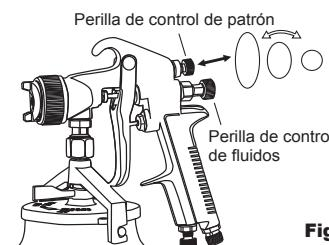

Figura 7
- conseguir una forma de forma del patrón, gire gradualmente el mando de control a la derecha. (Ver Figura 7)